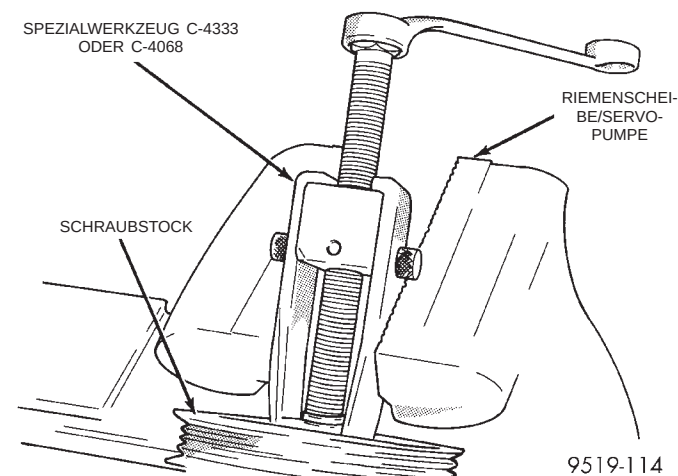

**Abb. 53 Riemenscheibe von der Pumpenwelle abziehen**
(1) Servopumpe aus dem Fahrzeug ausbauen. Die Anleitung hierzu finden Sie im Abschnitt "Servopumpe ausbauen" in diesem Kapitel.
(2) Den Abzieher, Spezialwerkzeug C-4333 oder C-4068, an der Riemenscheibe montieren. Die Servopumpe mit Abzieher in einen Schraubstock einspannen (Abb. 53), damit sich die Welle beim Ausbau nicht dreht.